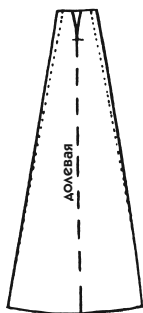

Рис. 296
Небольшая изогнутая вытачка немного меняет внешний вид клина (см. рис. 296). Она очень подходит для облегания выпуклостей фигуры, а также для придания округлости силуэту, если того требует мода.
2. Чтобы определить ширину клина по нижнему краю, основывайтесь на ширине верха минус глубина вытачки (разумеется, если вы не хотите придать большую ширину, чем предусматривается примером). Мелкий пунктир на рис. 296 представляет обычный клин.